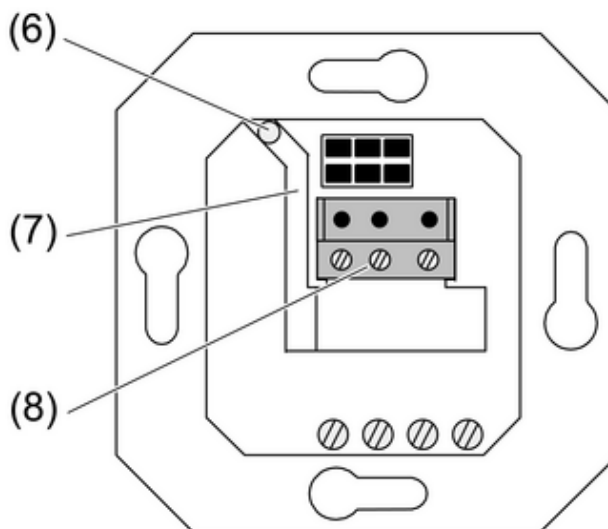
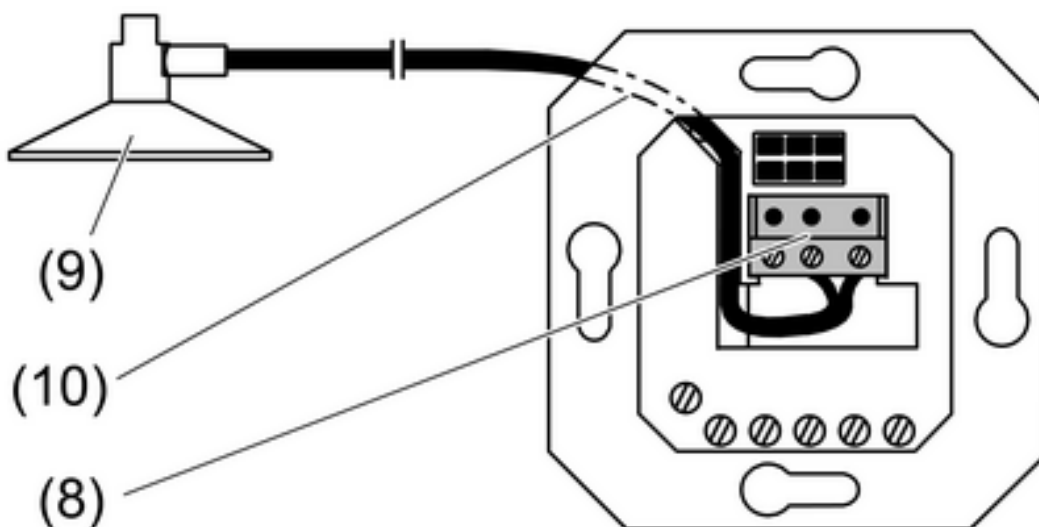
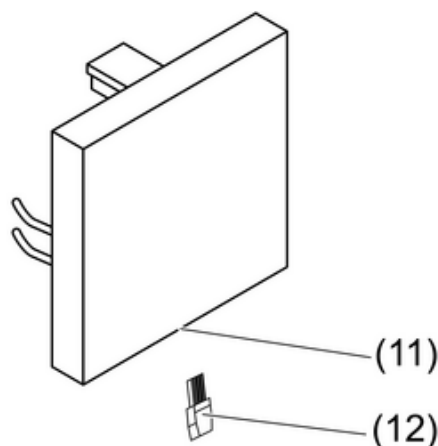

Figura 4: Posa sotto intonaco della linea sensori
Figura 5: Posa sopra intonaco della linea sensori
Figura 6: Sensore solare sull'unità di comando
La linea sensori può essere installata in tre modi diversi. Posa sotto intonaco (figura 4), posa sopra intonaco (figura 5) e, per determinate unità di comando, applicazione della linea sensori sull'unità (figura 6).
- Far passare la linea sensori attraverso il foro (6) dell'unità nella canalina (7), fino al blocco morsetti (8) (figura 4).
- Per la posa sopra intonaco del sensore interno (9) tagliare il connettore.
- Far passare la linea sensori dietro la piastra portante (10) nella canalina, fino al morsetto di collegamento (8) (figura 5).
- Inserire la spina (12) nella presa dell'unità di comando (11) (figura 6).